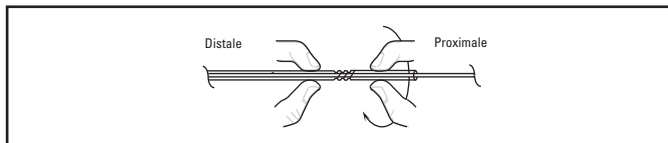

Figure 3. Verrouillage par rotation dans le sens des aiguilles d'une montre
- Verrouiller le mécanisme Twist-Lock par une rotation dans le sens des aiguilles d'une montre (voir Figure 3) et insérer l'extrémité distale effilée de la gaine d'introduction, en passant par la VHR, dans l'embase du microcathéter de perfusion 2-Tip jusqu'à ce que la gaine soit fermement en place. Un léger gauchissement de la gaine d'introduction indique que le positionnement est correct. Resserrer la VHR autour de la gaine d'introduction pour prévenir un reflux sanguin, mais sans excès pour ne pas endommager le coil lors de son introduction dans le cathéter.